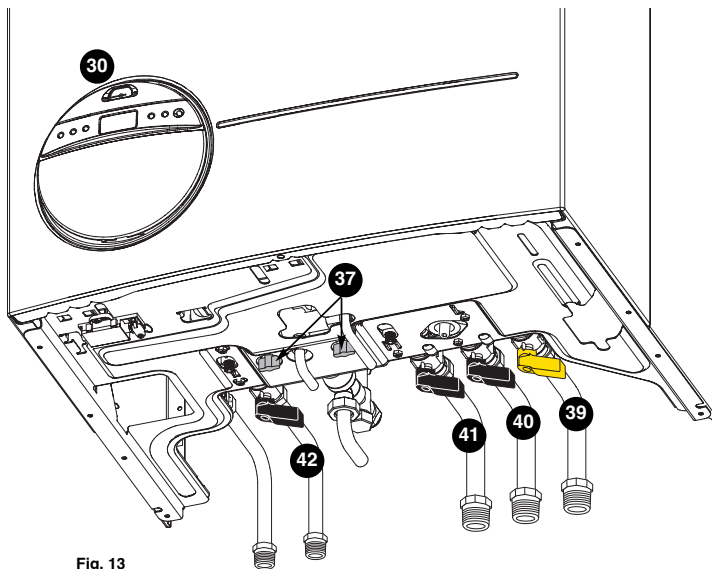

Fig. 13
**Mise en pression** (fig. 13)